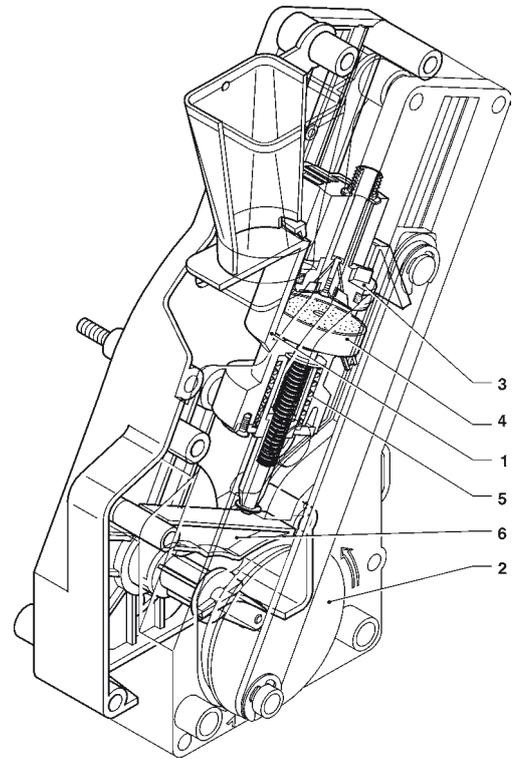

Fig. 20
La manivela del motorreductor, enganchada en el disco exterior (2) del grupo, gira 180° haciendo oscilar la cámara de infusión y bajar el pistón superior (3) (ver fig. 20).